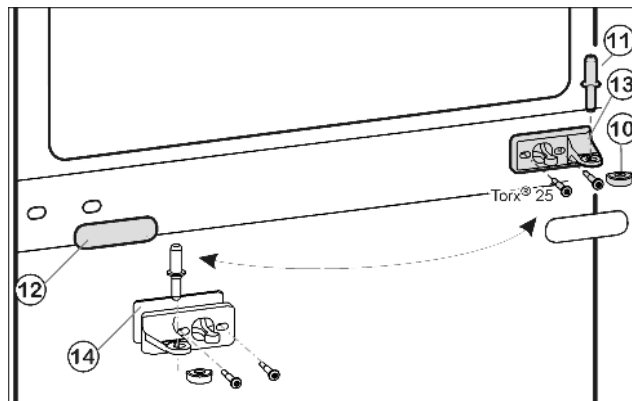
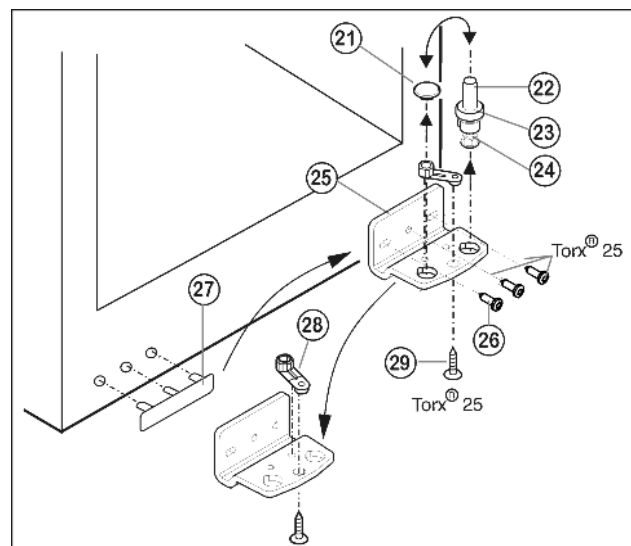

Fig. 5
Fig. 6
- ▶ Вытащите из опорного кронштейна и нижней дверцы средний опорный винт Fig. 5 (11).
- ▶ Снимите пластмассовый колпачок Fig. 5 (10).
- ▶ Открутите средний опорный кронштейн Fig. 5 (13) (2 шт. Torx® 25).
- ▶ Осторожно снимите накладку Fig. 5 (12).
- ▶ Прикрутите средний опорный кронштейн Fig. 5 (13) с подкладкой Fig. 5 (14) с поворотом на 180° на новую сторону шарнира (**с моментом 4 Нм**).
- ▶ Защелкните накладку Fig. 5 (12), повернув на 180°, на стороне, где теперь будет ручка.
- ▶ Извлеките опорный винт Fig. 6 (22) в комплекте с шайбой Fig. 6 (23) и регулируемой опорой Fig. 6 (24), вытягивая его вверх.
- ▶ Снимите пробку Fig. 6 (21).
- ▶ Открутите Fig. 6 (26) опорный кронштейн Fig. 6 (25).
- ▶ Открутите Fig. 6 (29) опорную деталь Fig. 6 (28) и, переставив в отверстие на противоположной стороне опорного кронштейна, снова прикрутите.
- ▶ Осторожно снимите и переставьте на противоположную сторону крышку со стороны ручки Fig. 6 (27).
- ▶ Снова прикрутите опорный кронштейн Fig. 6 (25) на новой стороне шарнира (**с моментом 4 Нм**). При необходимости используйте аккумуляторный шуруповерт.
- ▶ Переставьте пробку Fig. 6 (21) в свободное отверстие.
- ▶ Вновь установите опорный винт Fig. 6 (22) в комплекте с шайбой и регулируемой опорой. При этом фиксатор должен быть направлен назад.
- ▶ Установите нижнюю дверцу сверху на нижний опорный винт Fig. 6 (22).
- ▶ Снова наденьте пластмассовый колпачок Fig. 5 (10) на средний опорный кронштейн Fig. 5 (13).
- ▶ Вставьте средний опорный винт Fig. 5 (11) на новой стороне шарнира через средний опорный кронштейн Fig. 5 (13) в нижнюю дверцу.
- ▶ Установите верхнюю дверцу на средний опорный винт Fig. 5 (11).
- ▶ При необходимости выровняйте дверцы через два продольных паза в нижнем опорном кронштейне Fig. 6 (25) и среднем опорном кронштейне Fig. 5 (13) параллельно корпусу устройства. Для этого выкрутите средний винт на нижнем опорном кронштейне Fig. 6 (25).